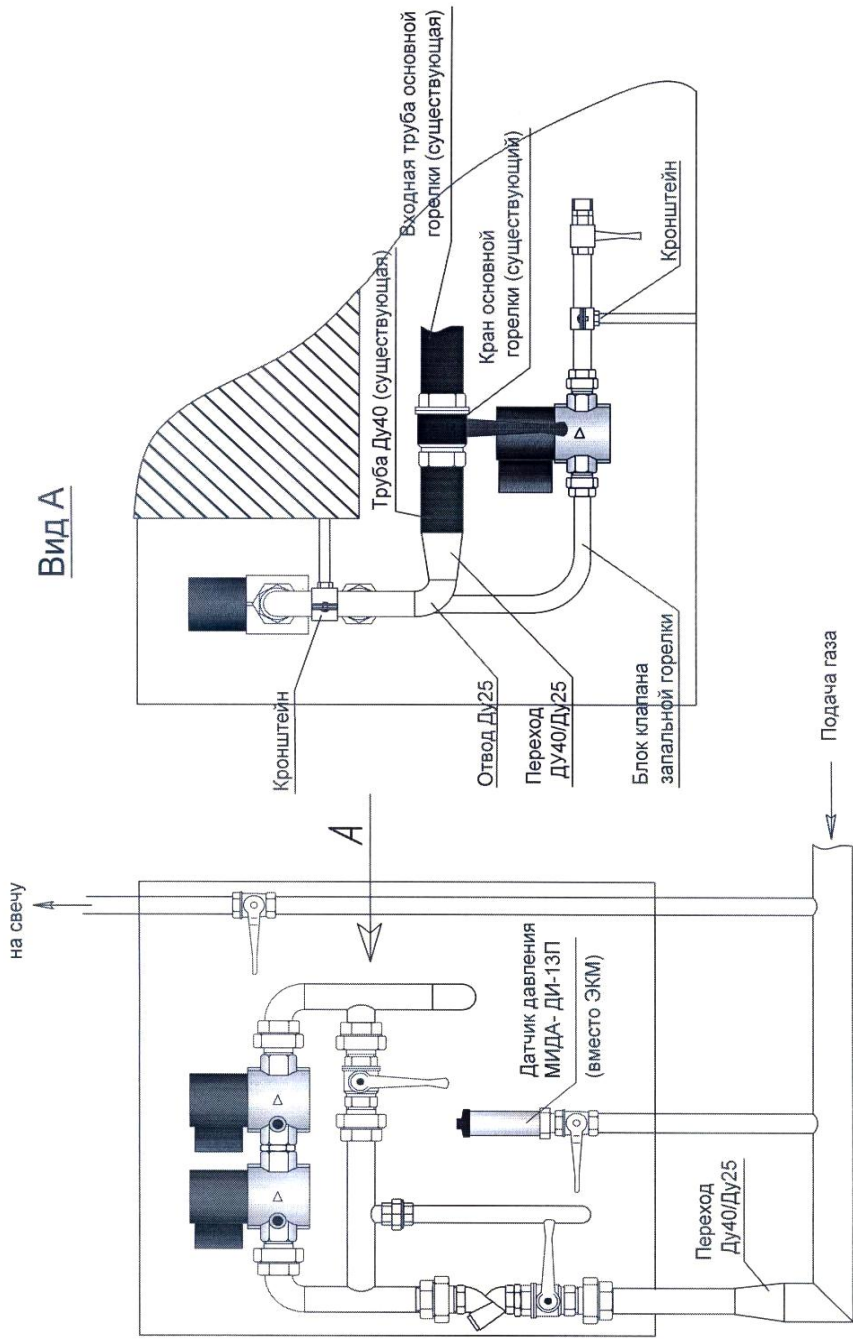

Рис. 1. Установка блока клапанов из комплекта ремонтного на подогреватель газаППГ -30.
6.2. Монтаж оборудования, прокладку и подключение кабелей выполнить в соответствии с Типовым проектом 09/2022-ПГ-001 на капитальный и текущий ремонт автоматики подогревателя газа типа ПТПГ-10(15,30), ПТГ-10(15), ПГ-10(15), ПГА-5(10,100,200), ПТА-1. Функциональная схема установки блоков клапанов показана на рис. 1.